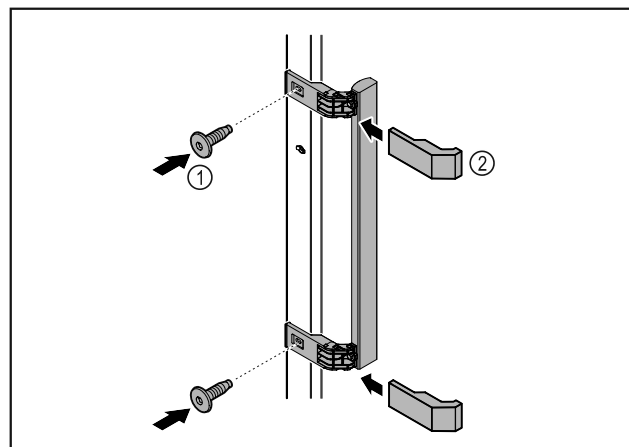

Fig. 3
- Plasser håndtaket som fulgte med, på døren med de vedlagte skruene Fig. 3 (1).
- Sett på dekselet Fig. 3 (2).